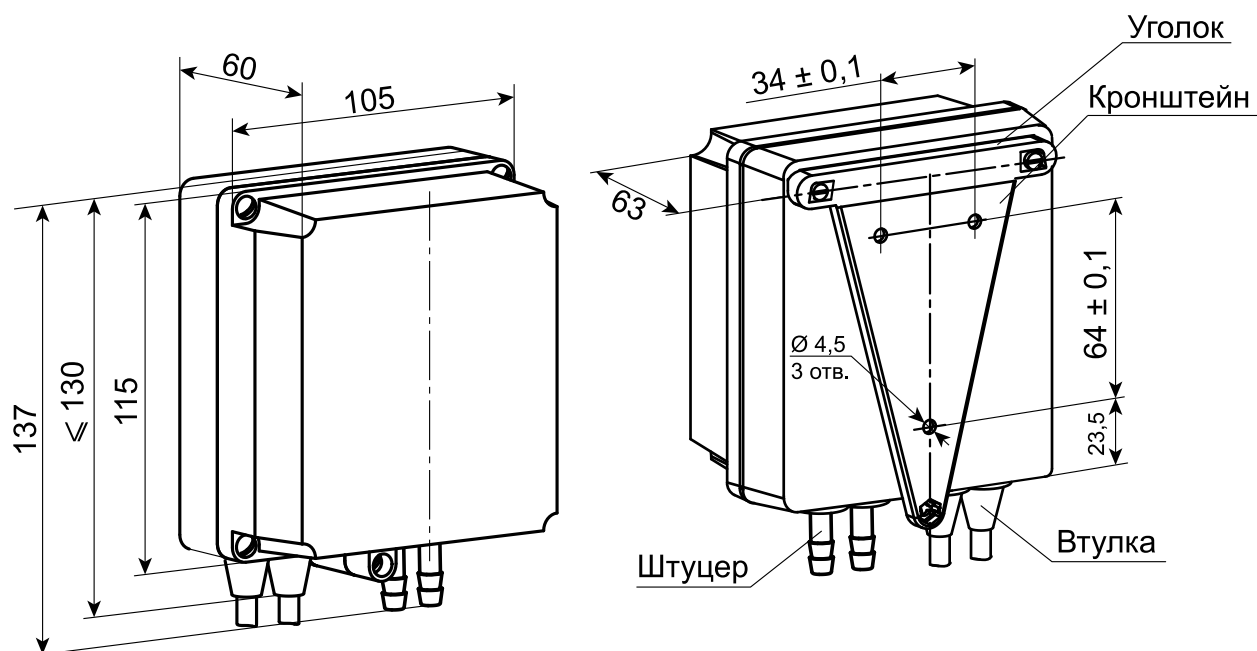

Рисунок 4.3 – Габаритные и установочные размеры преобразователя настенного крепления
1. Закрепить кронштейн тремя винтами М4 × 20 на подготовленной поверхности, см. рисунок 4.3 и рисунок 4.2, а.